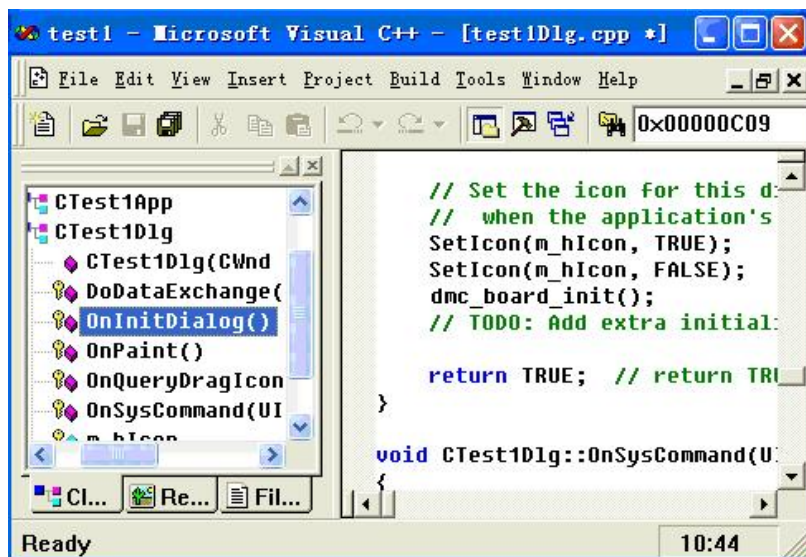

图 6.9 程序增加初始化函数
11) 在 CTest1Dlg::OnInitDialog()函数中添加代码：dmc_board_init();如图 6.9。